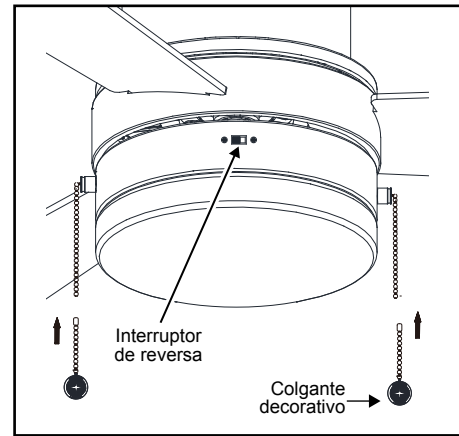

Figura 17
9. Instala las cadenas de extensión y colgantes decorativos del interruptor de cadena (Figura 17).
Este ventilador se envía desde la fábrica con el interruptor de reversa en posición de hacer circular el aire hacia abajo. Si deseas dirigir la corriente de aire en la dirección contraria, apaga el ventilador y espera que las aspas se detengan, luego desliza el interruptor de reversa (ubicado en la carcasa del kit de luces, consulta la Figura 17 de la página 8) hacia la dirección opuesta y luego vuelve a encender el ventilador. Las aspas del ventilador girarán en sentido contrario e invertirán el flujo del aire.